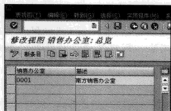

图 8-20 “修改视图 销售办公室:总览”界面
STEP 1 在命令栏输入 SPRO 命令,通过菜单选择“企业结构→分配→销售和分销→维护销售办公室”选项,弹出“修改视图 销售办公室:总览”界面,如图 8-20 所示。